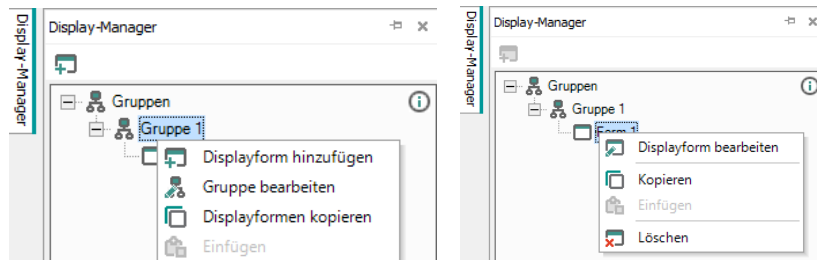

Abb. 8.1
Um die ausgewählte Displayform im Display-Editor (Abschn. 8.1) zu öffnen, verwenden Sie den Befehl **Displayform bearbeiten** im Form-Kontextmenü oder doppelklicken Sie auf die Form im Strukturbaum (Abb. 8.1).
Um eine grafische Struktur von Displayformen im Struktur-Editor (Abschn. 8.2) zu öffnen, verwenden Sie den Befehl **Gruppe bearbeiten** im Gruppenkontextmenü (Abb. 8.1)
Um eine grafische Struktur von Displayformen im Struktur-Editor (Abschn. 2.6) zu öffnen, verwenden Sie den Befehl **Gruppe bearbeiten** im Gruppenkontextmenü (Abb. 8.1).
- Im Display Manager verwenden Sie das Gruppenkontextmenü oder das Symbol  (aktiv, wenn eine Gruppe ausgewählt ist) (Abb. 8.1).
- Im Display Manager verwenden Sie den Befehl **Löschen** im Form-Kontextmenü (Abb. 8.1)